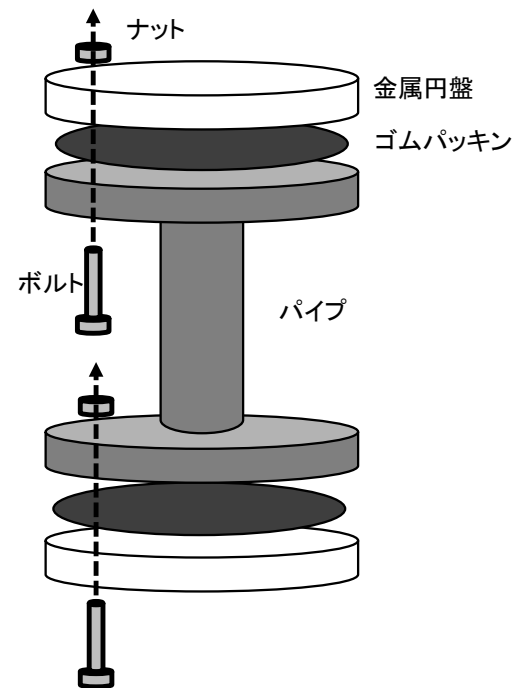

図 2-2 B 部分製作
- ③ B 部分を製作する。図 2-2 を参照。ボルトの向きに注意。